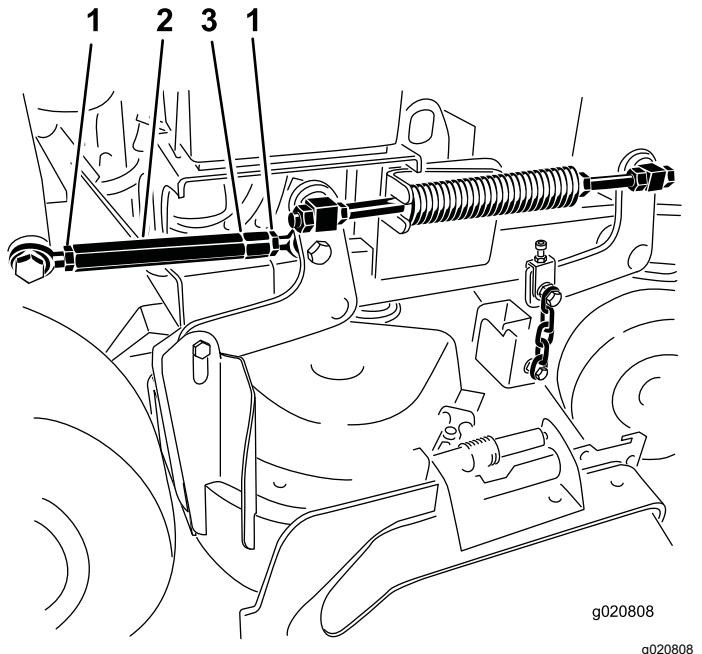

Figura 86
4. Allentate i controdadi a entrambe le estremità del tenditore (Figura 86).